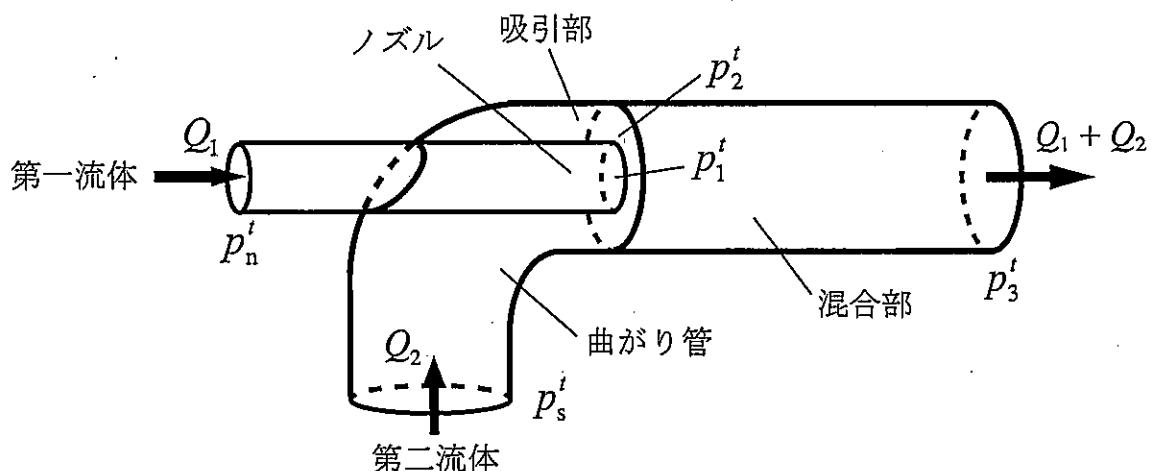
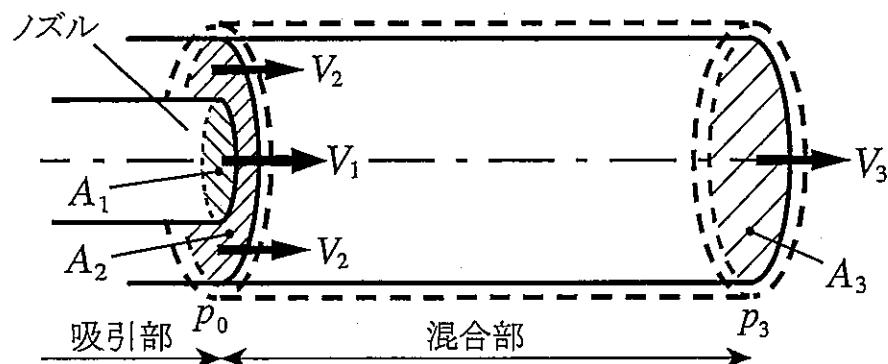

図 2-1
図 2-2
I. 図 2-1 に示すような管で構成されるジェットポンプについて考える。このポンプは、第一流体が流れるノズル、第二流体が流れる吸引部、および両流体を混合する混合部により構成され、第一流体がノズルから混合部に噴出することで第二流体が吸引される仕組みとなっている。ここで、第一流体、第二流体はともに密度  $\rho$  の非圧縮性の液体とし、第一流体、第二流体の体積流量をそれぞれ  $Q_1, Q_2$  とする。また、ノズル、吸引部出口、混合部の流路断面積をそれぞれ  $A_1, A_2, A_3$  (ただし、 $A_3 = A_1 + A_2$ )、ノズル出口、吸引部出口、混合部出口における流速をそれぞれ  $V_1, V_2, V_3$  とし、面積比  $\bar{A} = A_2/A_1$ 、および速度比  $\bar{V} = V_2/V_1$  を定義する。このとき、壁面摩擦はすべて無視できるものとして、以下の設問に答えよ。
- (1) 図 2-1 に示されたポンプ全体のうちノズル出口, 吸引部出口, 混合部領域のみを取り出し, 図 2-2 の点線で囲まれた検査体積を考える. 流速  $V_3$  を  $V_1, \bar{A}, \bar{V}$  を用いて表せ. ただし, 混合部の長さは十分に長く, 流体は均一に混合するものとし, ノズル出口, 吸引部出口, 混合部出口において断面内の速度は一様とする.
- (2) 混合部出口とノズル出口の静圧をそれぞれ  $p_3, p_0$  とする. 混合部出口とノズル出口の静圧差  $p_3 - p_0$  を  $\rho, V_1, \bar{A}, \bar{V}$  を用いて表せ. ただし, ノズル出口と吸引部出口の静圧は等しく, ノズル出口, 吸引部出口, 混合部出口において断面内の静圧は一様とする.
- (3) ノズル出口, 吸引部出口, 混合部出口の全圧をそれぞれ  $p'_1, p'_2, p'_3$  とする. 混合部出口とノズル出口の全圧差  $p'_3 - p'_1$  を  $\rho, V_1, \bar{A}, \bar{V}$  を用いて表せ.
- (4) 第一流体に関して, 混合部の入口から出口にかけて静圧が上昇するのに対し, その全圧が低下する理由を説明せよ. ただし,  $0 < \bar{V} < 1$  とする.
次に, 吸引部上流に曲がり管が接続されたポンプ全体の系(図 2-1)について考える. 以下では, 面積比を  $\bar{A}=1$  で一定とする. ここで, ノズル入口, 曲がり管入口における全圧をそれぞれ  $p_n, p_s$  とする. 曲がりによる全圧損失係数  $K$  は以下のようく定義される.